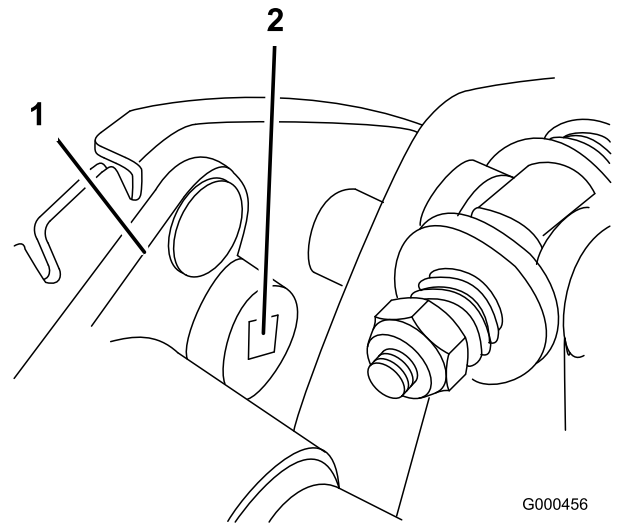

Bild 35
B. Drehen Sie das Lagergehäuse mit einem 3/8 Zoll Drehmomentschlüssel mit 3,9 bis 4,5 Nm an, um die Riemenspannung einzustellen (Bild 35)